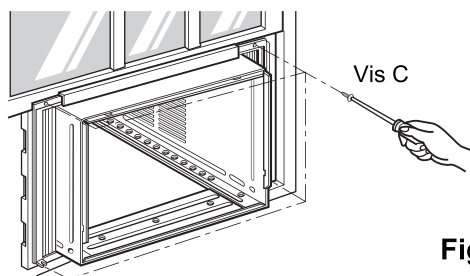

Fig. 6
9. Fixez chaque volet d'étanchéité ⑤ à la coulisse de châssis à l'aide de vis de type C ③ (Fig. 6)